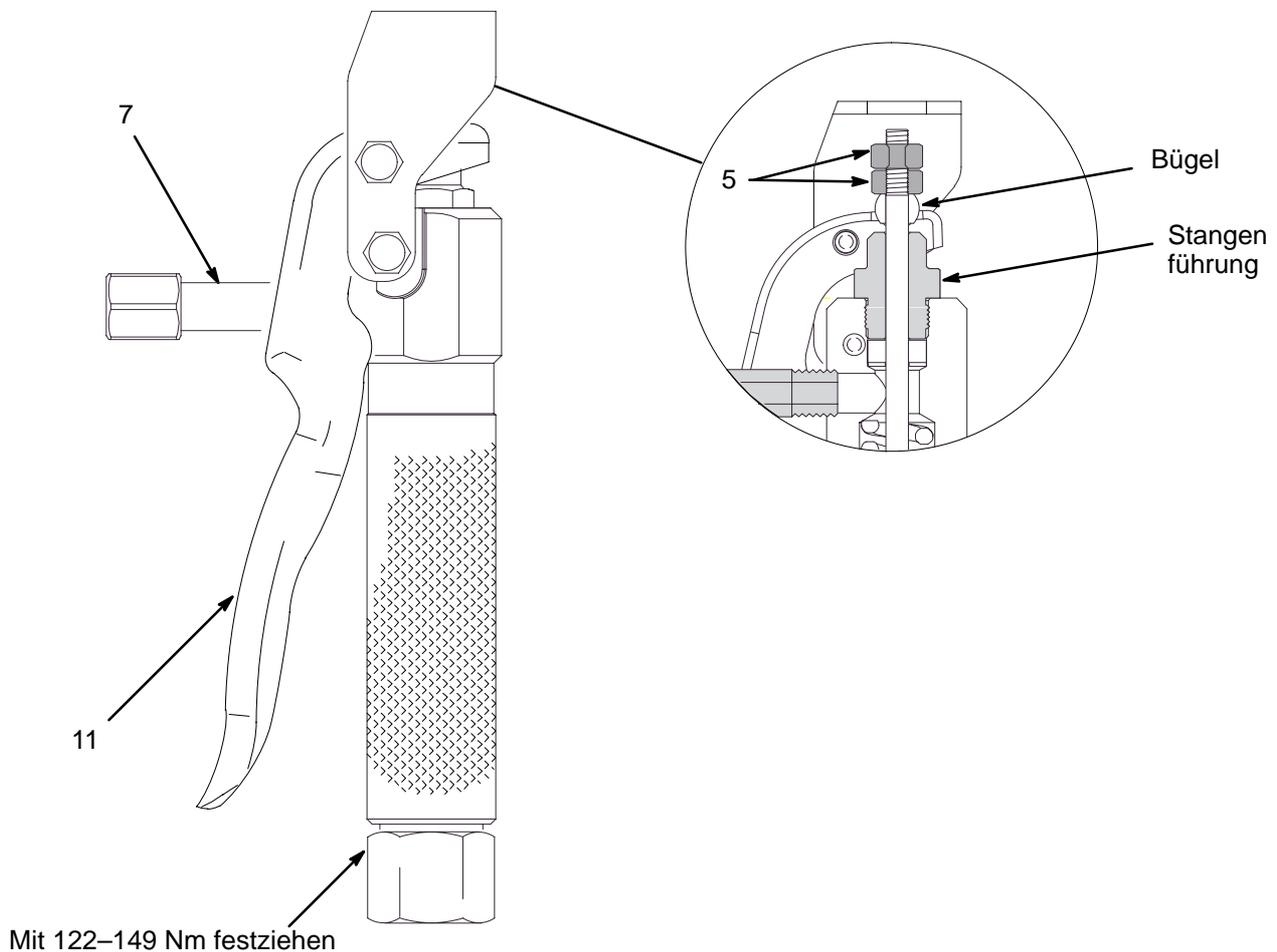

Abb. 1
2. Zum Einstellen des Abstands die obere Mutter (Abb. 1, Teil 5) lösen und die untere Mutter (5) nach Bedarf hinein oder heraus drehen. Untere Mutter hineindrehen, um den Fettausstoß zu erhöhen, bzw. herausdrehen, um den Fettausstoß zu verringern. Die untere Mutter festhalten und gleichzeitig die obere Mutter festdrehen.
12. Abzug nicht durchziehen und die untere Mutter (5) festziehen, bis der Bügel an der Stangenführung ansteht. Siehe Abb. 1 (dies ist die Einstellung für maximalen Ausstoß). Die Mutter etwa 1/8 Drehung zurückdrehen. Die untere Mutter festhalten und gleichzeitig die obere Mutter festdrehen.